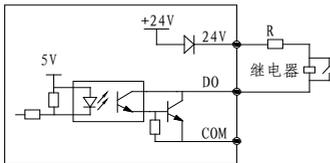

图 2-12 多功能输出端子开关量输出接线方式1
1) 多功能输出端子DO作为开关量输出时可使用变频器内部的24V电源，接线方式请参见图2-12。